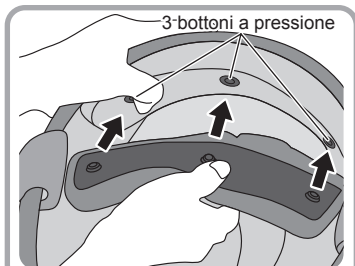

Fig.3
3. Come mostrato nella Fig. 3, inserire gli inserti di Wind Shutter-2 uniformemente all'interno della guarnizione in gomma da ambedue i lati verso il centro.